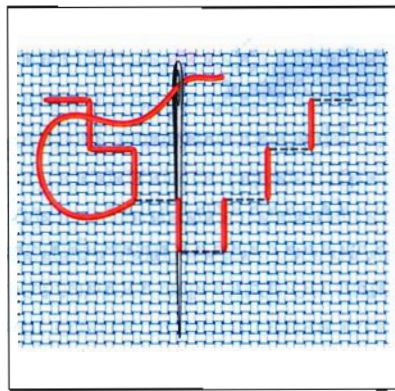

Рис. 59. «Роспись»
**«Роспись»** — это двустороннее шитьё, состоящее из тонких линий, образуемых горизонтальными, вертикальными и диагональными стежками шва «вперёд иглу в два приёма» (рис. 59). Вначале по линиям узора слева направо прокладывают стежки одинаковой длины. Дойдя до конца ряда, поворачивают назад и заполняют промежутки между стежками. В народных вышивках «роспись» применялась как самостоятельный вид вышивки и в сочетании с другими швами.